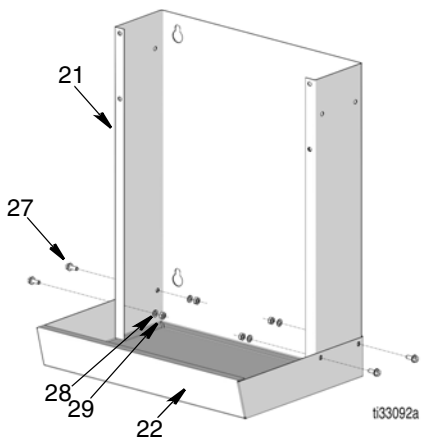

图 5
1. 使用螺丝 (27)、防松垫圈 (28) 和螺母 (29) 以及现有的孔将分配器包装器 (21) 连接到排油盘 (22)。牢牢地拧紧螺丝。(请参见图 5)。